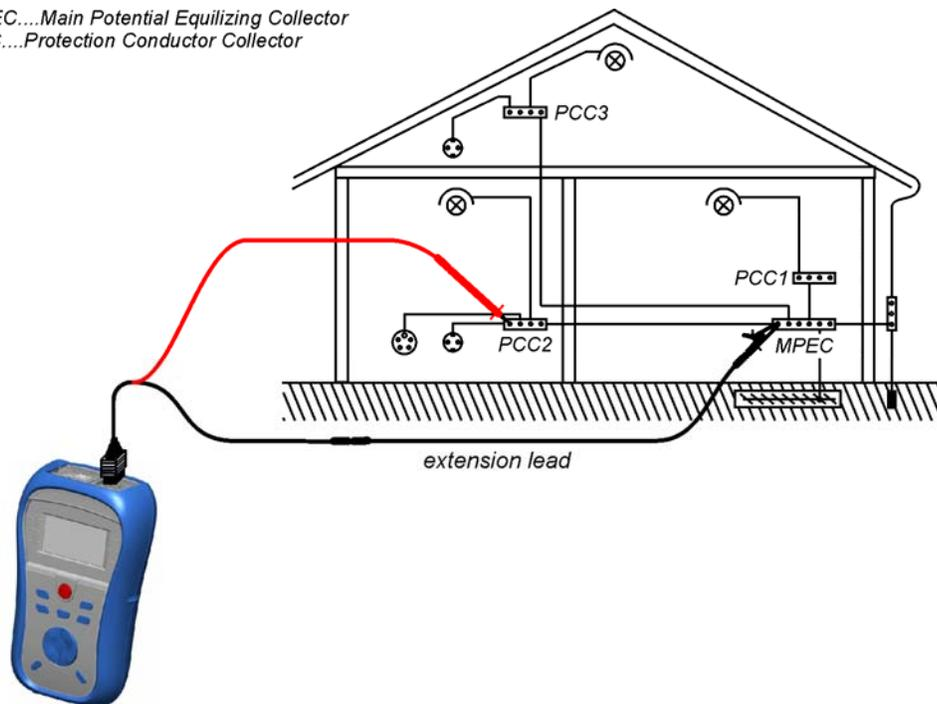

Bild 5.5: Anschluss des Universal-Prüfkabels mit optionaler Verlängerungsleitung
- ❑ **Schließen** Sie die Prüfleitungen an der entsprechenden Schutzerde-Verdrahtung an (siehe *Bild 5.5*).